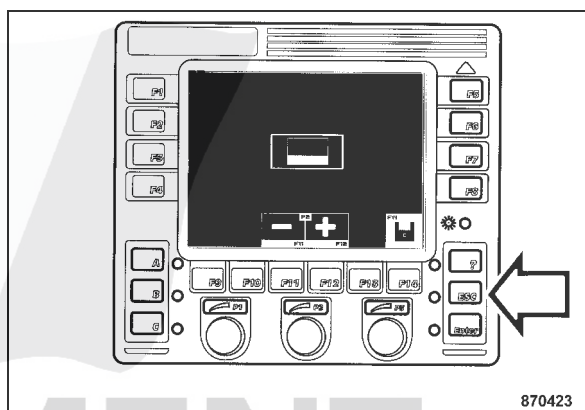

Fig. 87
- Appuyer sur "ESC" (Fig. 87) pour revenir dans l'écran d'accueil.